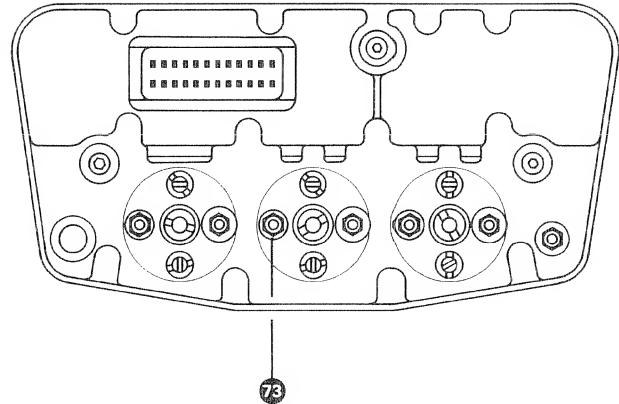

Fig. 7.2.-5
6. Aufnahmetonkopf mittels Mutter **73** (Fig. 7.2.—5.) auf geringsten Phasenwinkel justieren; bei schrittweiser Erhöhung der Frequenz, beginnend bei 1 kHz, bis 10 kHz.
6. Adjust record head with nut **73** (fig. 7.2.—5) to minimum phase angle, starting at 1 kHz and increasing frequency step by step to 10 kHz. Maximum permissible phase error: ± 10 degrees at 10 kHz.